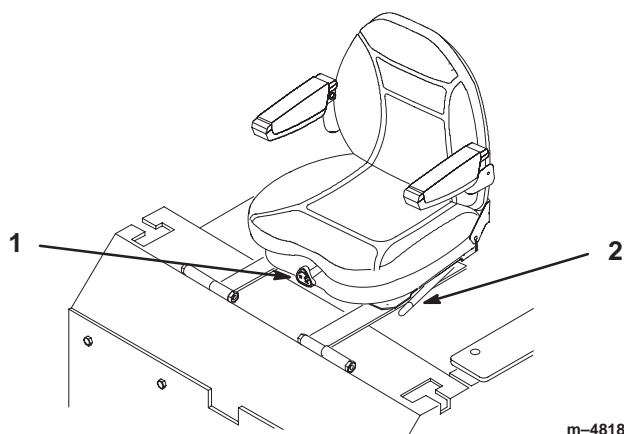

Figure 23
1. Écartez le levier de réglage pour débloquer le siège (Fig. 23).
1. Pour ce faire, tournez le bouton à l'avant dans un sens ou dans l'autre pour obtenir la position la plus confortable (Fig. 23).